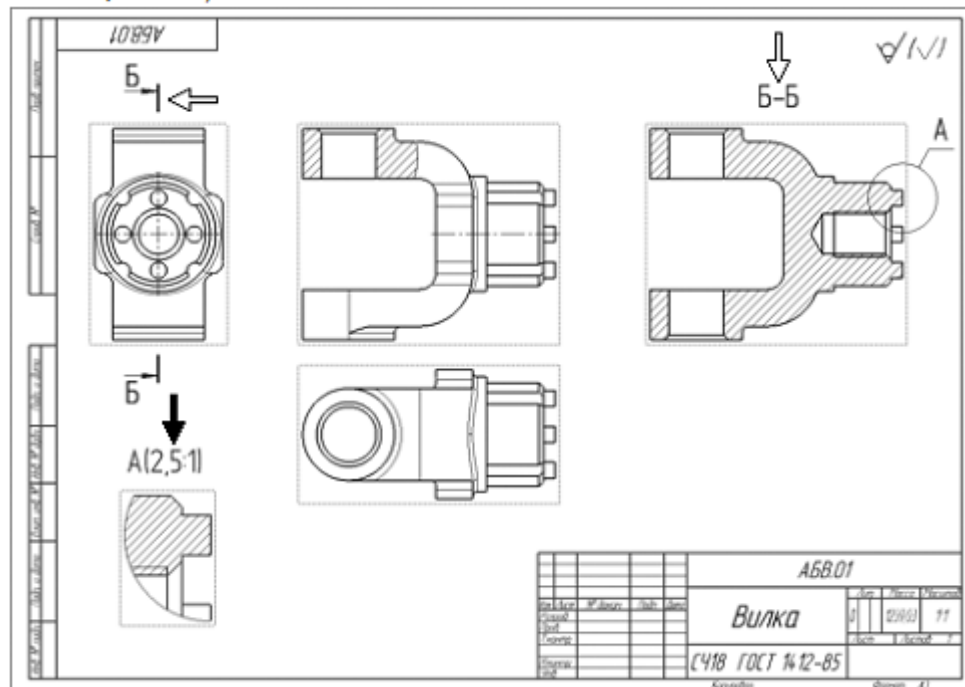

Рисунок 69.
6. Укажите положение вида на чертеже (черная стрелка) (рис. 69).